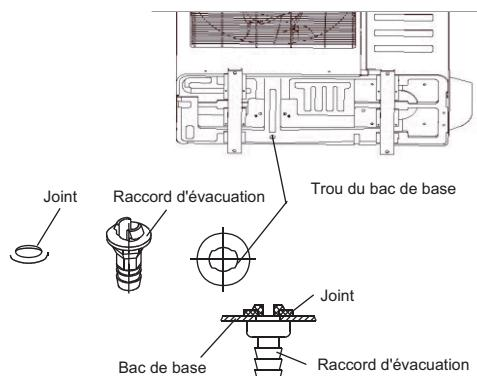

Fig. 13 – Raccord de flexible d'évacuation
1. Serrez complètement les écrous évasés A, B, C et D, branchez le flexible de l'ensemble de manomètres à un orifice de charge de la valve de service côté basse pression (voir fig. 13).